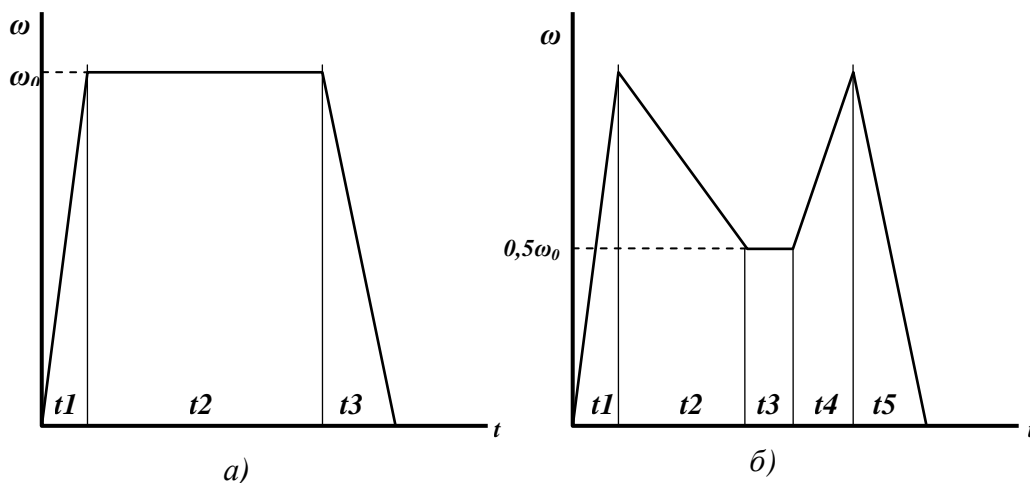

Рис. 14. Тахограммы к заданию по теме 4:
3. ПИД-регулирование скорости двигателя в соответствии с тахограммой, представленной на рис. 14,а, где $\omega_0 = 700$ об/мин; $t_1 = 5$ мин; $t_2 = 1$ час; $t_3 = 7$ минут.
4. ПИ-регулирование скорости двигателя в соответствии с тахограммой, представленной на рис. 14,а, где $\omega_0 = 800$ об/мин; $t_1 = 7$ мин; t_2 определяется датчиком, соединенным с входом I0.0; $t_3 = 9$ минут.
5. ПИД-регулирование скорости двигателя в соответствии с тахограммой на рис. 14,б, где $\omega_0 = 1500$ об/мин; $t_1 = t_5 = 40$ сек; $t_2 = t_4 = 5$ минут; $t_3 = 1,5$ часа.
6. ПИД-регулирование скорости двигателя в соответствии с тахограммой, представленной на рис. 14,б, где $\omega_0 = 1200$ об/мин; $t_1 = t_5 = 30$ сек; $t_2 = t_4 = 6$ минут; t_3 определяется датчиком, соединенным с входом I0.2; $t_3 = 9$ минут.
7. ПИД-регулирование скорости двигателя в соответствии с тахограммой, представленной на рис. 14,а, где $\omega_0 = 750$ об/мин; $t_1 = 1,5$ мин; $t_2 = 1$ час; $t_3 = 4$ минуты. Обработка тахограммы начинается ежедневно в 10⁰⁰.
8. ПИД-регулирование скорости двигателя в соответствии с тахограммой на рис. 14,а, где $\omega_0 = 880$ об/мин; $t_1 = 7,5$ мин; t_2 определяется датчиком, соединенным с входом I0.1; $t_3 = 5,5$ минут.
9. ПИД-регулирование скорости двигателя в соответствии с тахограммой, представленной на рис. 14,б, где $\omega_0 = 1100$ об/мин; $t_1 = t_5 = 20$ сек; $t_2 = t_4 = 3$ минуты; $t_3 = 2,5$ часа. Обработка тахограммы начинается в рабочие дни в 11⁴⁵.
10. ПИ-регулирование скорости двигателя в соответствии с тахограммой, представленной на рис. 14,б, где $\omega_0=1350$ об/мин; $t_1=t_5=20$ сек; $t_2=t_4=3$ минуты; t_2 определяется датчиком, соединенным с входом Ю.3; $t_3=7$ минут. Обработка тахограммы начинается через день в 8⁵⁰.
11. ПИ-регулирование скорости двигателя в соответствии с тахограммой на рис. 14,а, где $\omega_0=700$ об/мин; $t_1=5$ мин; $t_2=1$ час; $t_3=7$ мин. Отклонения скорости от задания фиксируются в таблице с начальным адресом VW0.
12. ПИ-регулирование скорости двигателя в соответствии с тахограммой на рис. 14,а, где $\omega_0=820$ об/мин; $t_1=1$ мин; t_2 определяется датчиком на Ю.0; $t_3=3$ мин.
13. ПИД-регулирование скорости двигателя в соответствии с тахограммой на рис. 14,б, где $\omega_0=1150$ об/мин; $t_1=t_5=35$ сек; $t_2=t_4=25$ минут; $t_3=1,5$ часа. Отклонения скорости от задания фиксируются в таблице с начальным адресом VW200.
14. ПИ-регулирование скорости двигателя в соответствии с тахограммой, представленной на рис. 14,б. Здесь $\omega_0=300$ об/мин; $t_1=t_5=20$ с; $t_2=t_4=2$ минуты; t_2 определяется датчиком, соединенным с входом Ю.2; $t_3=6$ минут. Отклонения скорости фиксируются в таблице с начальным адресом VW500.